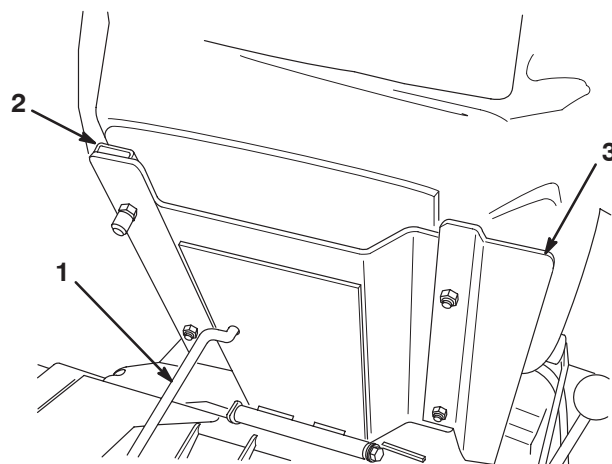

Figura 6
3. Fije el asiento, la placa del asiento y los raíles del asiento al soporte del asiento con las contratuercas (5/16 pulg.) (Fig. 6) suministradas con las piezas sueltas. Monte la placa del asiento en el lado derecho, colocada de la forma que se muestra en la Figura 6.